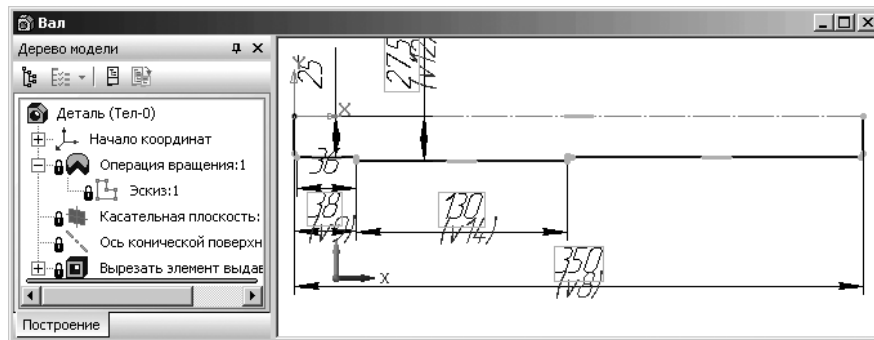

Рис. 4.92. Эскиз вращения вала
- щелкните на панели инструментов **Текущее состояние** по кнопке **Эскиз**. Появится эскиз вращения вала рис. 4.92.